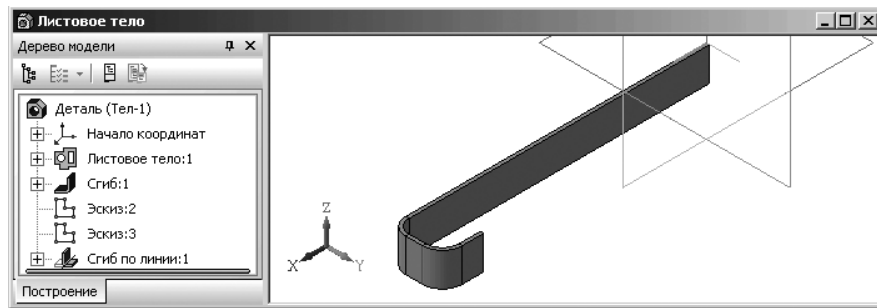

Рис. 7.35. Листовая деталь со сгибом в обратном направлении по заданной линии сгиба с заданными параметрами
- щелкните на **Панели специального управления** по кнопке  – **Создать объект**. Появится требуемый сгиб на листовой детали. Одновременно в окне **Дерево модели** появится новый пункт – **Сгиб:1**. Это состояние системы показано на рис. 7.35.